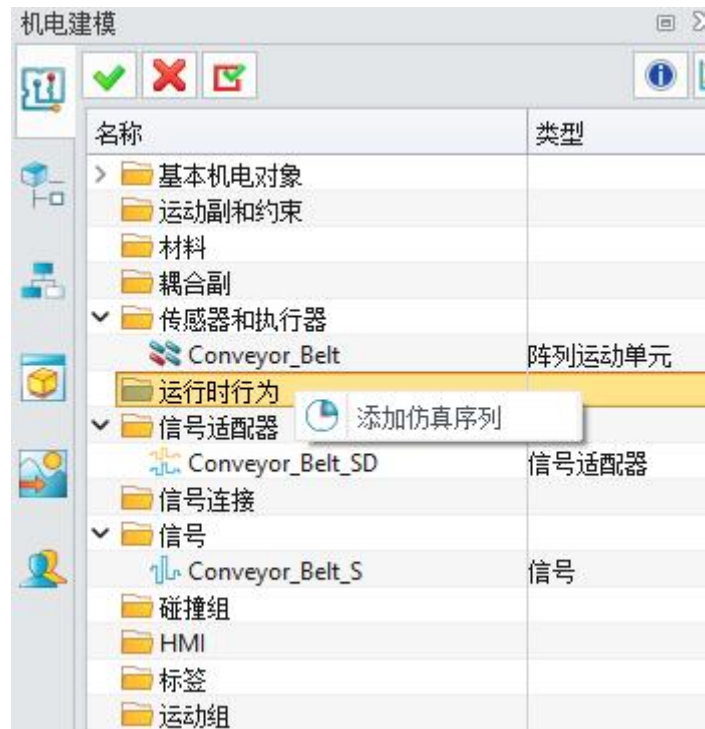

图 7-15: 添加仿真序列
- 自定义命名名称。注意：此处的命名不能包含非法字符，例如：“+”、“—”以及空格等。（图 7-15）